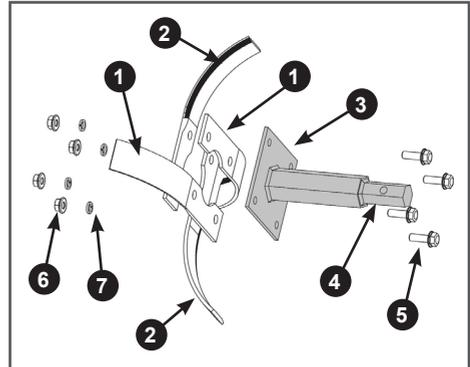

Рис. 17. Сборка дополнительной секции оси фрезы
5. Установите ножи на дополнительную секцию оси фрезы. Со стороны шестигранного хвостовика 1 оси вставьте в отверстия во фланце 2 оси болты 5, далее в соответствии с рисунком 17 на противоположной от хвостовика 1 стороне фланца 2 оси установите правые ножи 3 (имеющие изгиб в сторону от хвостовика). После этого, установите левые ножи 4 (имеющие изгиб к хвостовику 1) как показано на Рис. 17, затем установите пружинные шайбы 6 и закрутите гайки 7 (Рис. 17). Затяните все резьбовые соединения.